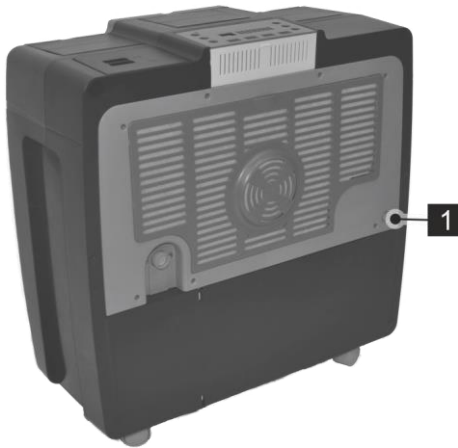

Abb. 4: Netzteil anschließen
2. Das Netzteil an der Anschlussbuchse (Abb. 4/1) am Luftbefeuchter anschließen.